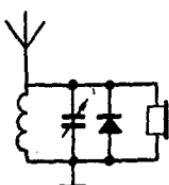

图 3.1
3.2 問：矿石收音机接成如图 3.1 的線路，为什么能检波？